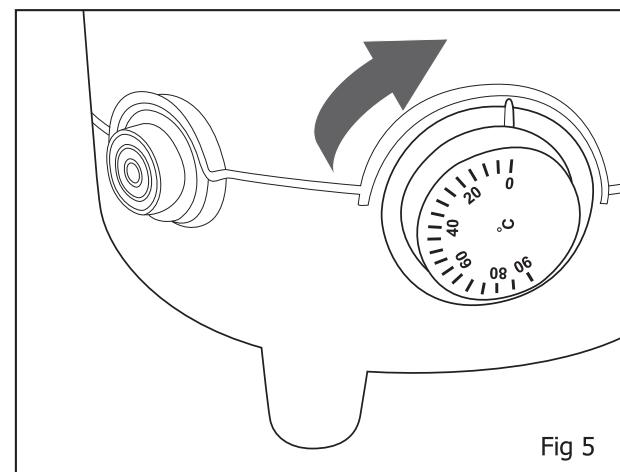

Fig 5
- Réglez le thermostat à la température voulue (Fig. 5)